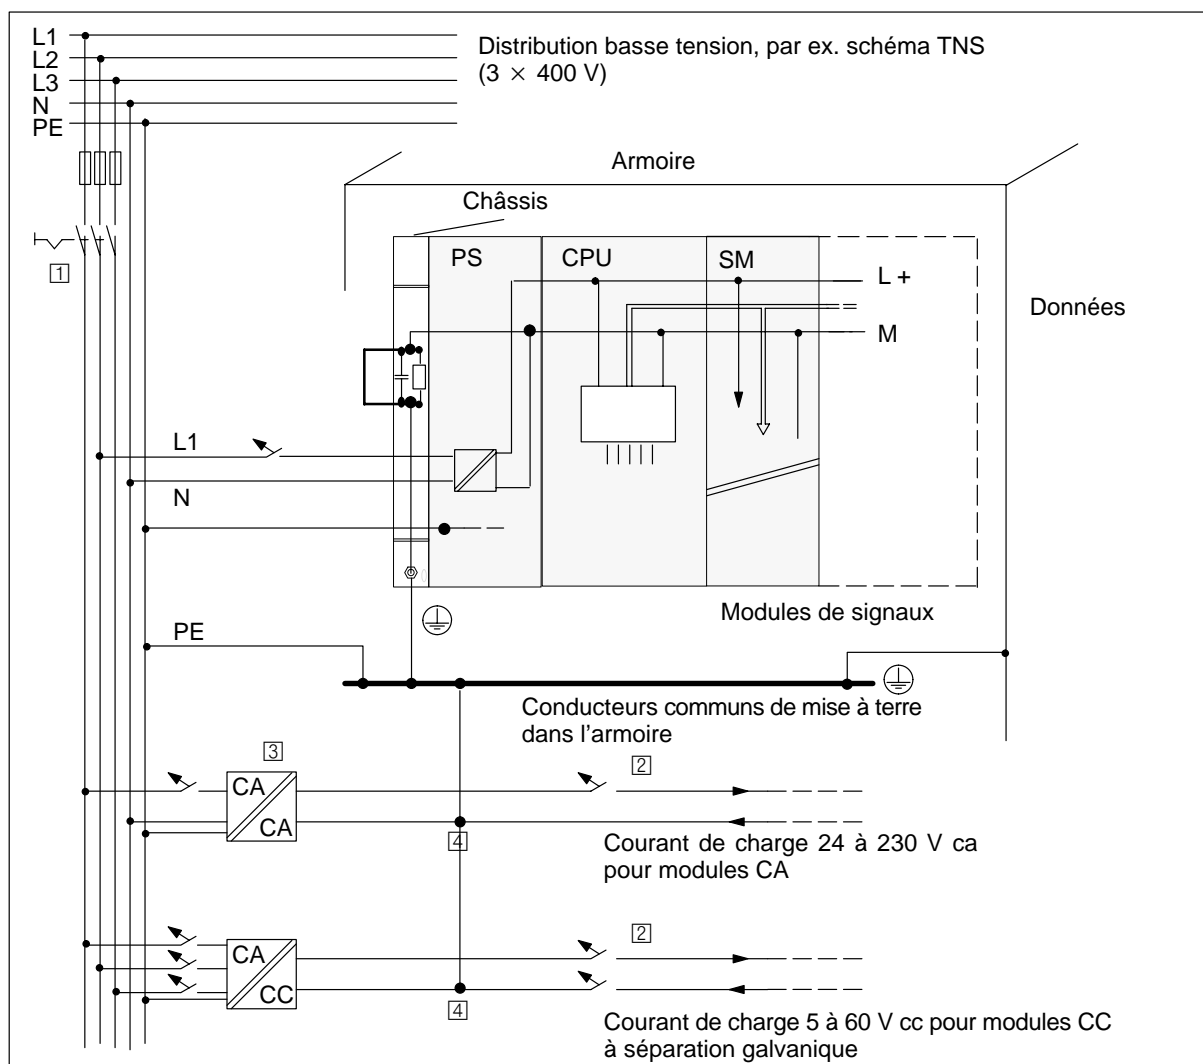

Figure 4-1 S7-400 avec alimentation mise à la terre
Divers composants et diverses mesures de protection sont prescrits pour l'établissement d'une installation complète. Le type de composants et le caractère obligatoire des mesures de protection dépendent des normes VDE, VDE 0100 ou VDE 0113 qui entrent en application pour votre type d'installation. Le tableau ci-après se rapporte à la figure 4-1.
Le potentiel de référence commun (terre) assure une parfaite sécurité de fonctionnement. Sur l'alimentation externe (borne L– ou M) ou sur le transformateur de séparation, prévoyez une liaison amovible avec le conducteur de protection (voir figure 4-1, ④). Ceci vous facilitera la localisation des défauts à la terre en cas de carences dans la distribution énergétique.
La figure 4-1 montre le raccordement du S7-400 dans une installation complète (alimentation externe et principe de mise à la terre), avec une alimentation par un réseau en schéma TNS.